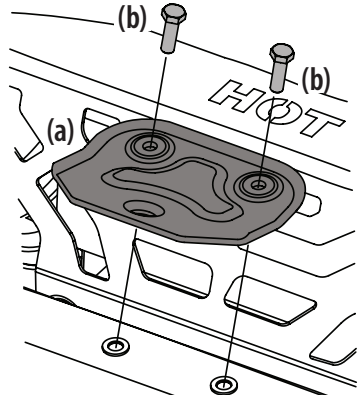

Figura 3
1. Ubique el enganche (a) e instálelo en la parte trasera del bastidor con los dos tornillos de arandela hexagonal (b) proporcionados. Consulte la Figura 3.